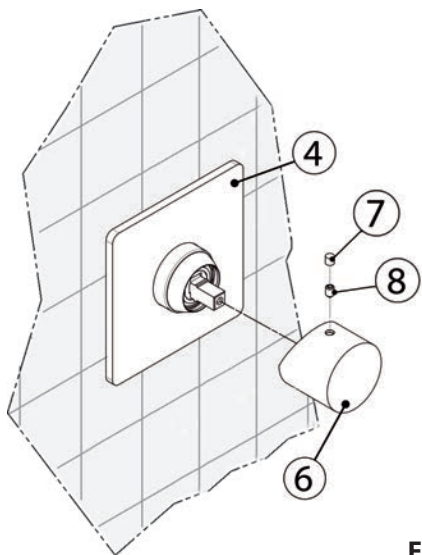

Fig. 11
- Aprire il rubinetto azionando la maniglia erogatore/miscelatore (6) e far defluire l'acqua presente nelle tubazioni idrauliche a monte del miscelatore monocomando;
- Togliere il tappo (7) e svitare il grano (8); sfilare la maniglia erogatore/miscelatore (6); (Fig.11)
- Open the faucet by engaging the supply/mixer lever (6) and drain the water in the pipes upstream from the mixer.
- Remove the cap (7), unscrew the grub screw (8); remove the supply/mixer lever (6); (Fig 11).